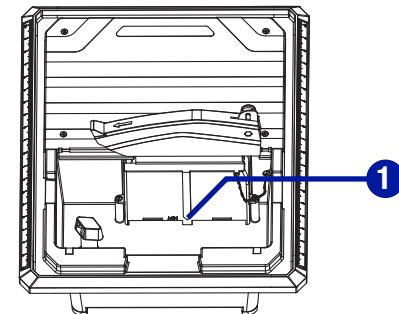

Fig. 8
REMPLISSAGE DU RÉSERVOIR D'EAU (Fig. 8)
- Remplissez le réservoir d'eau jusqu'à ce que l'eau puisse s'évacuer par le drain. Le niveau d'eau ne doit jamais être inférieur à la ligne MIN (1). (Fig. 8)